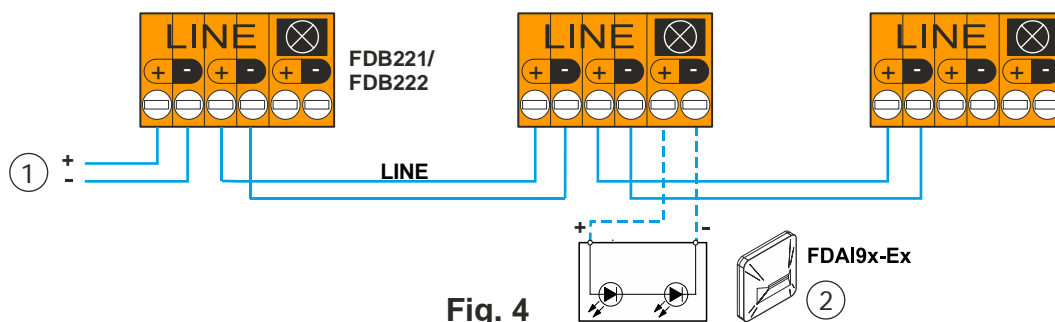

Fig. 4
- C-NET-Ex: See Fig. 4
- C-NET-Ex: Siehe Fig. 4